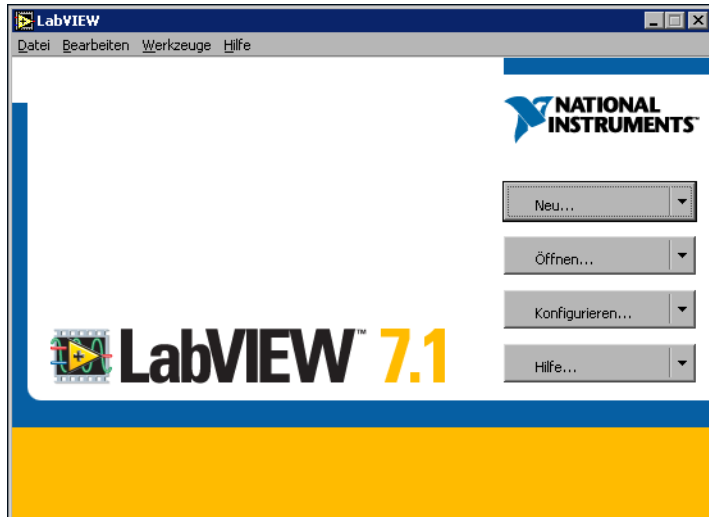

Abbildung 1-2. Das Dialogfeld "LabVIEW"
2. Klicken Sie im Dialogfenster **LabVIEW** (siehe Abbildung 1-2) auf die Schaltfläche **Neu**, um das Dialogfenster **Neu** zu öffnen.